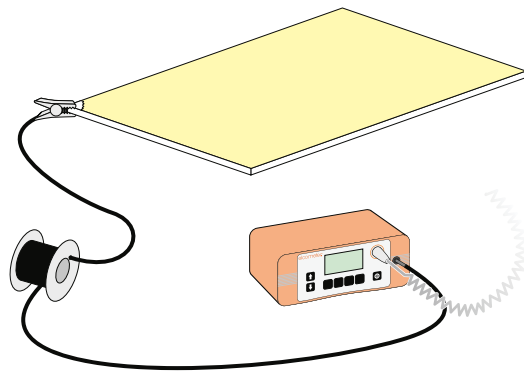

图2
- 2 连接夹紧接地信号反馈线到基底的暴露部分。将电缆的另一端插入仪器(图2)。